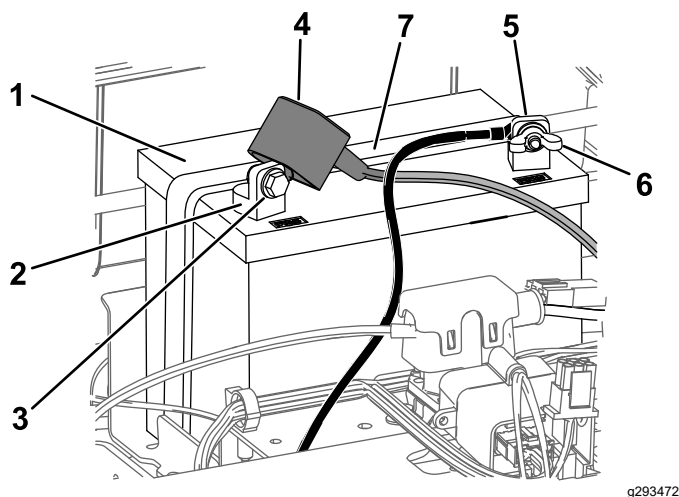

Figure 40
4. Débranchez le câble négatif (noir) de mise à la masse de la borne de la batterie (Figure 40).
6. Débranchez le câble positif (rouge) de la borne de la batterie (Figure 40).
7. Déposez la barrette de maintien de la batterie (Figure 40) et soulevez la batterie de son support.
1. Placez la batterie dans son support (Figure 40).
5. Fixez la batterie en place à l'aide de la barrette de maintien (Figure 40).